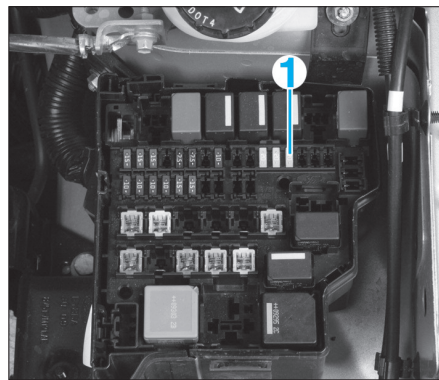
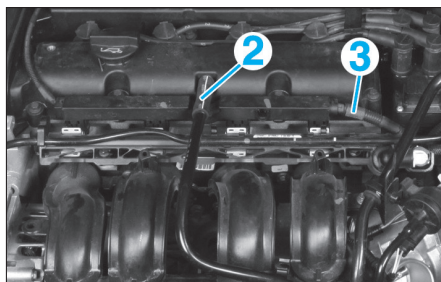

Fig. 29
Fig. 33
- Dans le compartiment moteur, enlever le fusible (1) (Fig.29).
- Reposer le fusible (1).
- Déposer la durit (2) du couvre-culasse (Fig.33).
- Débrancher les connecteurs des injecteurs puis mettre le faisceau (3) de côté.